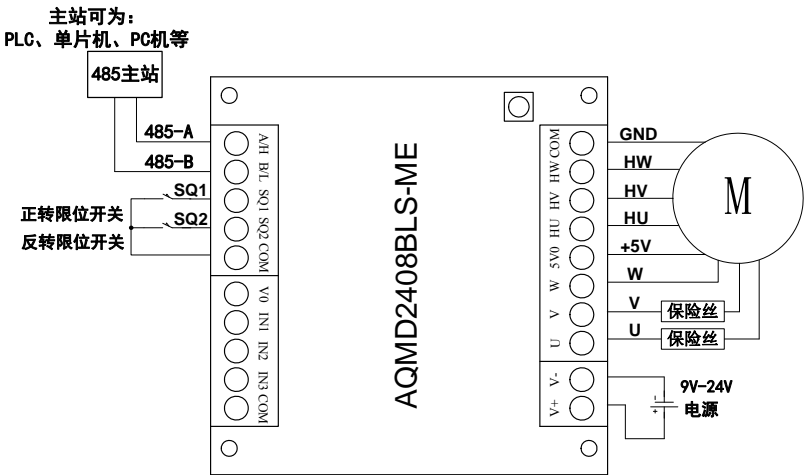

图 3.5 485 通讯电源及电机接线图
- 4) 若主站为 485 设备, 485 主站与驱动器的 485/CAN接口按照A-A、B-B的方式连接(为了信号更稳定, 可将驱动器的COM与主站的信号地相连), 如 图 3.5 所示, 然后接通电源(注意: 电源的电压应与电机的额定电压一致, 且能够提供的电流大于电机的额定电流)。